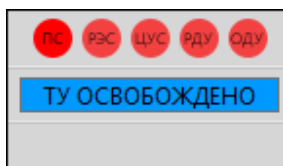

Рисунок 190 - ТУ освобождено
- **ТУ освобождено** – ПКУ освобожден, кружки уровня захвата красного цвета (Рисунок 190).